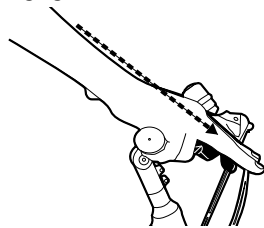

Figure 10. Levier de frein aligné avec l'avant-bras
1. Pour assurer la bonne position du levier, desserrez la / les vis de fixation de la poignée de frein, puis ajustez l'angle pour qu'il soit dans le prolongement de vos avant-bras lorsque vous êtes en position de pilotage (Figure 10).